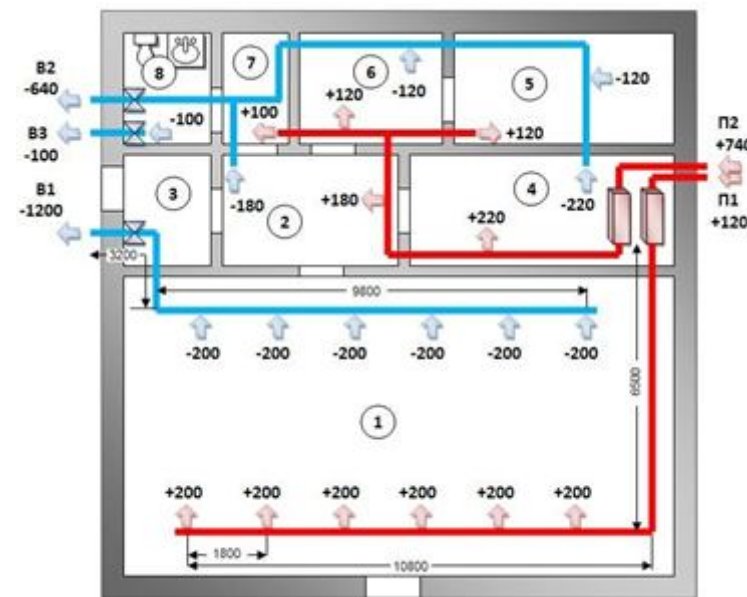

Рис. 5.1
2. Прочтите условия задачи. Дано: На рис. 5.1 изображен план вентиляционной системы.